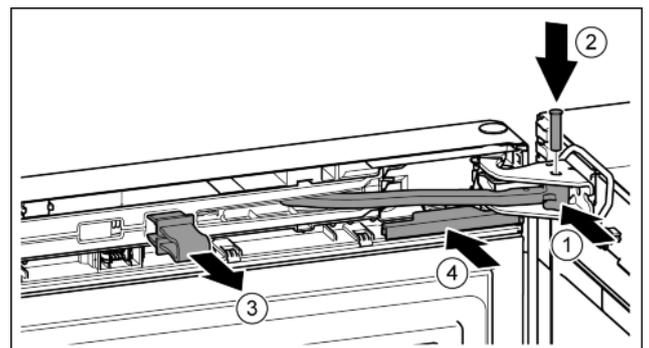

Fig. 21
- ▶ Повернуть шарнир в опорном кронштейне. Fig. 21 (1)
- ▶ Вставить палец в опорный кронштейн и шарнир. При этом следить за тем, чтобы выступ фиксатора занимал правильное положение в пазу. Fig. 21 (2)
- ▶ Снять предохранитель. Fig. 21 (3)
- ▶ Надвинуть крышку. Fig. 21 (4)